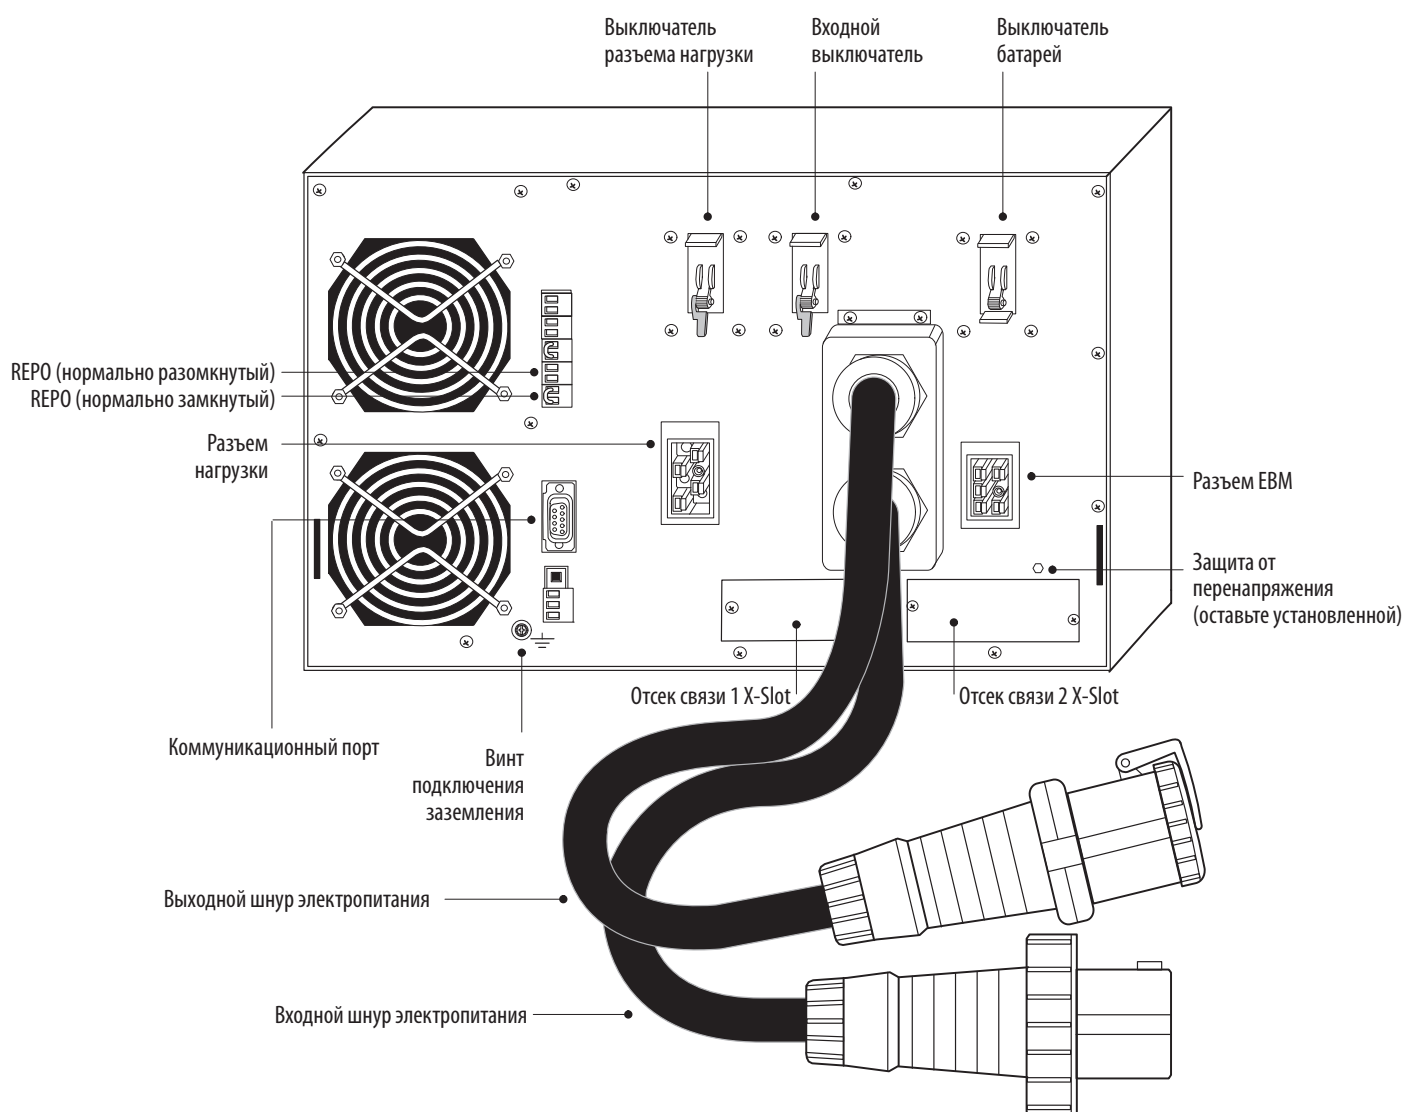

Рисунок 32. Задняя панель модуля BladeUPS (автономный ИБП с выходным шнуром электропитания IEC 309-60A)
1. Убедитесь, что выключатели, расположенные на задней панели ИБП, находятся в положении OFF (O) (см. рисунок 32 на странице 33).
ПРИМЕЧАНИЕ Компания Eaton рекомендует установку платы Powerware Hot Sync CAN Bridge в отсек связи X-Slot2 (см. рисунок 32 на странице 33), оставив отсек связи 1 доступным для других типов плат X-Slot.
ПРИМЕЧАНИЕ Компания Eaton рекомендует установку платы Powerware Hot Sync CAN Bridge в отсек связи X-Slot (см. рисунок 32 на странице 33), оставив отсек связи 1 доступным для других типов плат X-Slot.